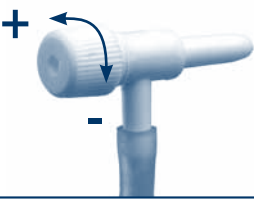

Fig. 8
- 1 Überprüfen Sie den Schaumtopf regelmäßig; reinigen und leeren Sie diesen falls notwendig unter fließendem Wasser. Achten Sie darauf, dass der gesammelte Schmutz dabei niemals in das Becken gelangen kann (**Abb. 8**);